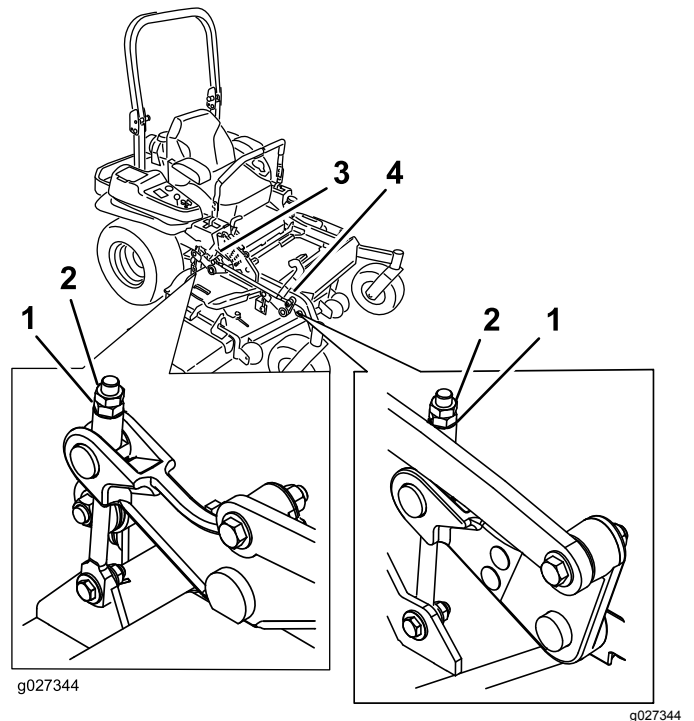

Figura 106
10. Gire la tuerca de ajuste del conjunto de elevación de la carcasa delantera para modificar la altura (Figura 106).
16. Gire el tornillo de ajuste hasta obtener una altura de 8.3 cm ($3\frac{1}{4}$ ") (Figura 106).